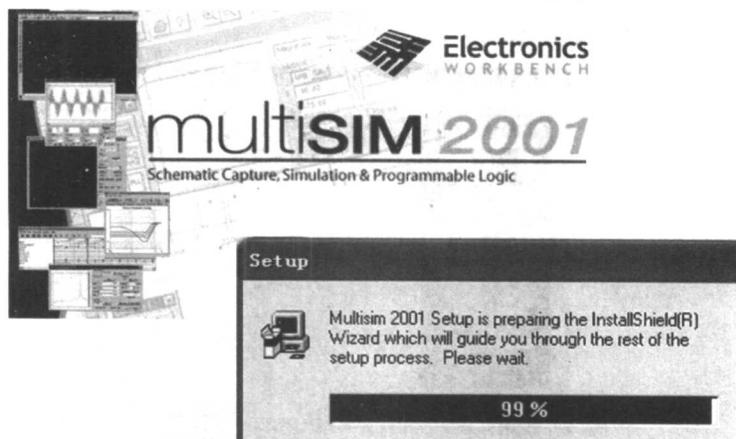

图 1-1 Multisim 2001 安装程序的启动画面
(1) 进入 Windows 系统，将 Multisim 2001 的系统光盘放入光驱内，系统将自动启动安装程序。安装程序的启动画面如图 1-1 所示。图中右下角显示的是安装程序检查机器的系统环境是否满足安装 Multisim 的要求。